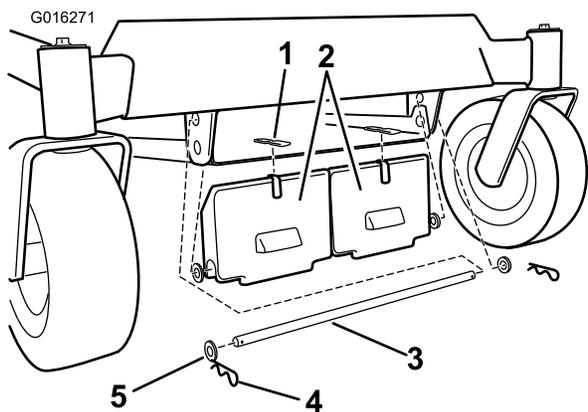

Figura 2
2. Instale un tope adhesivo en el peso (Figura 2).
3. Instale los pesos en la parte delantera del bastidor de la máquina. Sujete los pesos con una varilla, cuatro arandelas y dos chavetas, según se muestra en Figura 2.